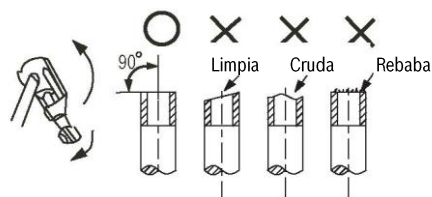

Fig. 7-1
- Cortar el tubo con un cortatubos. (Véase fig. 7-1)